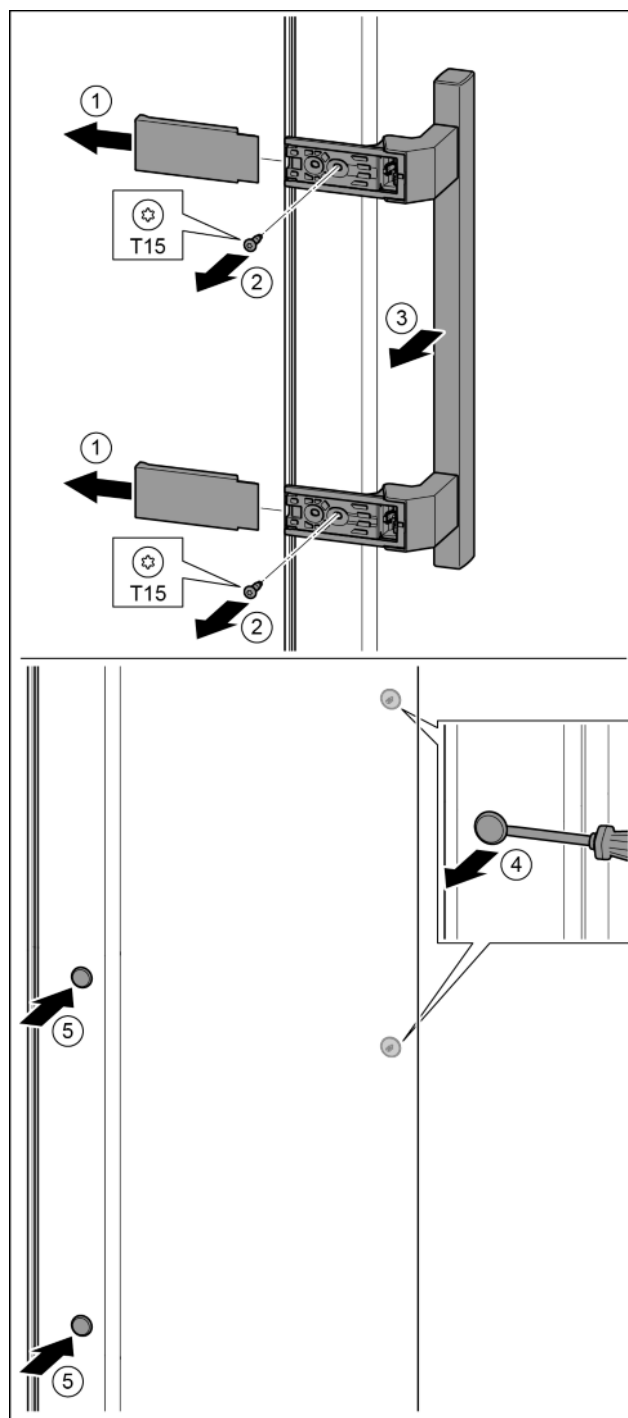

Fig. 38
- Stáhněte kryt. *Fig. 38 (1)*
- Šroubovákem T15 vyšroubujte šrouby. *Fig. 38 (2)*
- Sejměte madlo. *Fig. 38 (3)*
- Postranní zátku opatrně plochým šroubovákem nadzvedněte a vytáhněte. *Fig. 38 (4)*
- Zátku opět vložte na druhé straně. *Fig. 38 (5)*